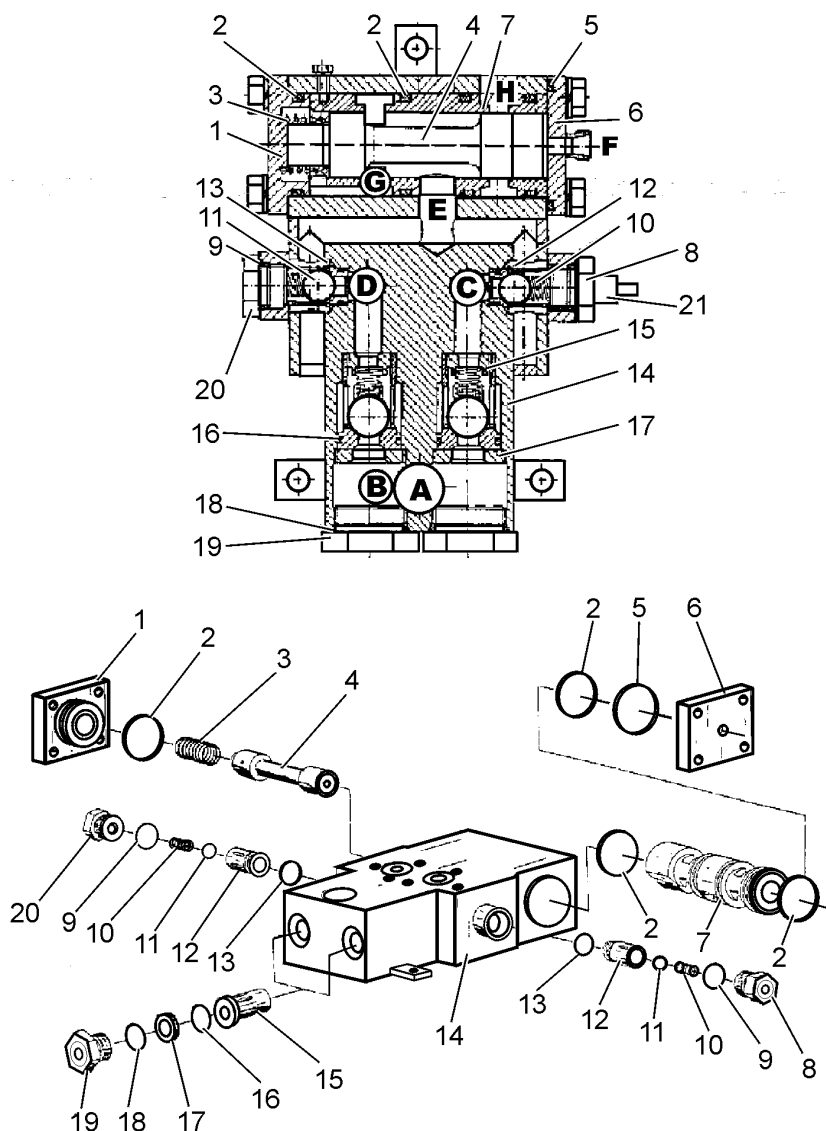

Рис. 10В.12. Клапан аварийной системы поворота
19. ОПИСАНИЕ (Рис. 10В.12.)
20. ДЕЙСТВИЕ (Рис. 10В.12.)